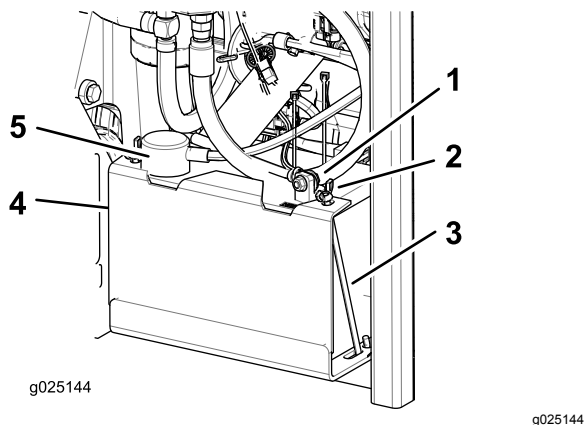

Bild 45
3. Klemmen Sie das Minuskabel (Schwarz) vom Minuspol (–) (Schwarz) der Batterie ab (Bild 45).
4. Schieben Sie die rote Polkappe vom Pluspol (rot) der Batterie ab, und klemmen Sie das Pluskabel (+) (rot) ab (Bild 45).
5. Nehmen Sie die Flügelmutter ab, mit denen die J-Haken befestigt sind (Bild 45).
6. Nehmen Sie die Klemme ab (Bild 45).
1. Legen Sie die Batterie so in das Fach, dass die Anschlussklemmen auf der anderen Seite des Hydraulikbehälters sind (Bild 45).
4. Befestigen Sie die Kabel mit zwei Schrauben, 2 Scheiben und 2 Sicherungsmuttern (Bild 45).
6. Setzen Sie die Klemme auf und befestigen sie mit den Flügelmutter und J-Haken (Bild 45).